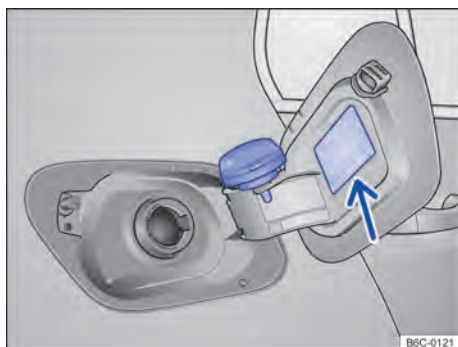

Fig. 168 Portinhola do tanque de combustível aberta com a tampa do tanque de combustível pendurada.
- Remover a tampa do tanque girando-a no sentido anti-horário e encaixá-la no suporte na portinhola do tanque → **Fig. 168**.